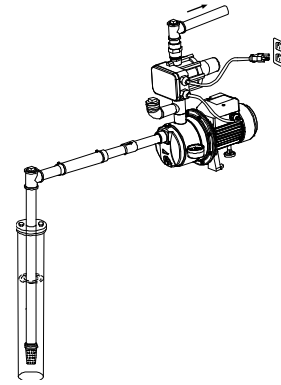

Figure 3
3. Raccordez la sortie de la pompe au réseau d'alimentation en eau de votre domicile. (Figure 3)